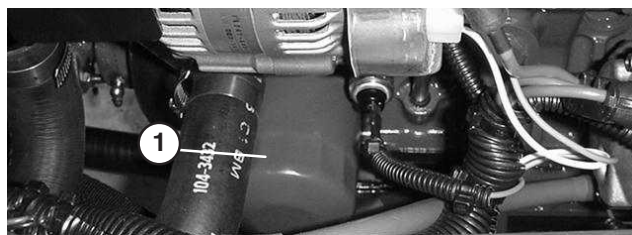

Bild 47
- Entfernen und wechseln Sie den alten Ölfilter aus (Bild 47).